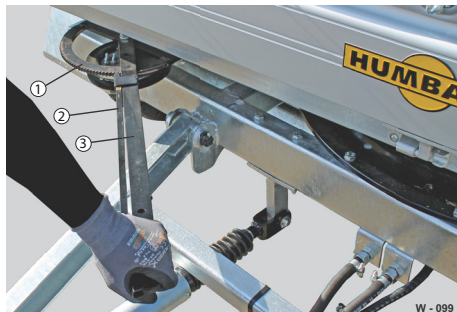

Abb. 57 Drehkranzbremse, Schmierstelle
- ▶ Zahnrad (Abb. 57/1) und Gleitstellen am Verriegelungsgestänge (Abb. 57/2) fetten.